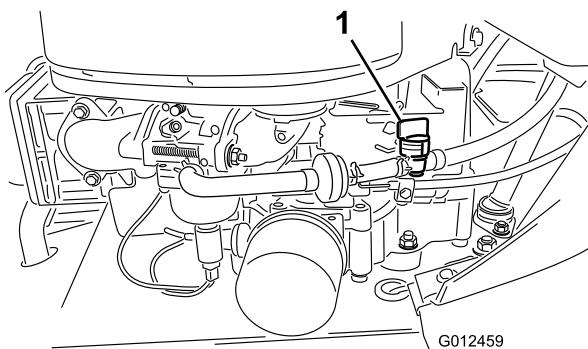

Figura 29
- 7. Premete le estremità delle fascette stringitubo ed allontanatele dal vecchio filtro del carburante (Figura 29).
6. Chiudete la valvola di intercettazione del carburante (Figura 29).